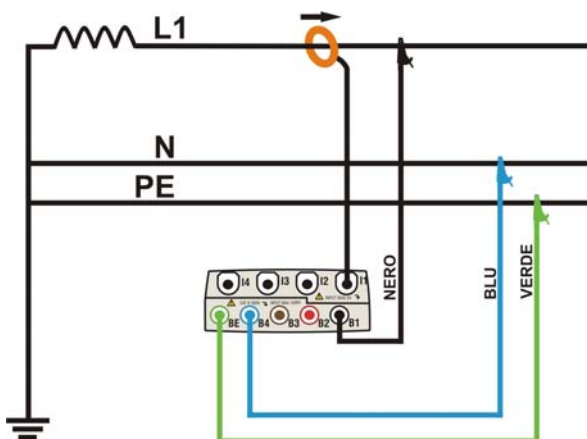

Fig. 185: Collegamento dello strumento in un sistema Monofase
2. Collegare i cavi di misura della tensione sui conduttori di Fase, Neutro e Terra rispettando i colori come mostrato in Fig. 185.
3. Collegare la pinza di corrente sul conduttore di Fase L1 come mostrato nella Fig. 185 **rispettando il verso della freccia** presente sulla pinza stessa che indica la direzione convenzionale della corrente da generatore a carico. **Verificare sempre, nelle videate della sezione Visualizzazione Misure, che la Potenza Attiva P sia sempre positiva e che il fattore di potenza Pf sia corrispondente al carico, normalmente induttivo**, prima di attivare una registrazione. In caso di valori negativi della potenza attiva ruotare la pinza di 180° sul conduttore.